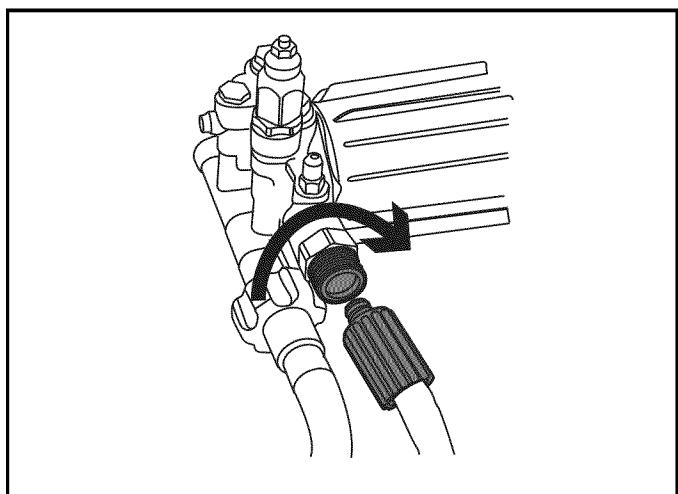

Figura 4-15. Conexión de la manguera de alta presión a la bomba
6. Conecte la manguera de alta presión a la bomba (desenrosque la manguera antes de conectarla a la bomba o pistola de pulverización) (Figura 4-15). Apriete con la mano.